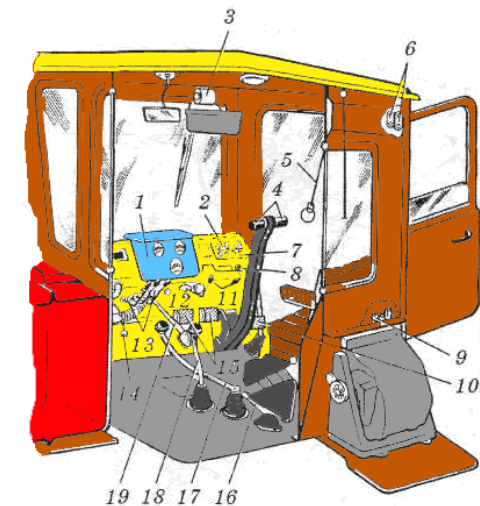

Рис. 4
4. Розгляньте, які органи керування та контрольні прилади розміщені в кабіні трактора ДТ-75М (рис. 4):